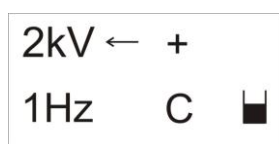

Рис.3
7.3. Включить генератор переключателем, расположенным на ручке генератора. После заставки на ЖК-дисплее генератора появляется меню как на Рис.3 и включается подсветка.